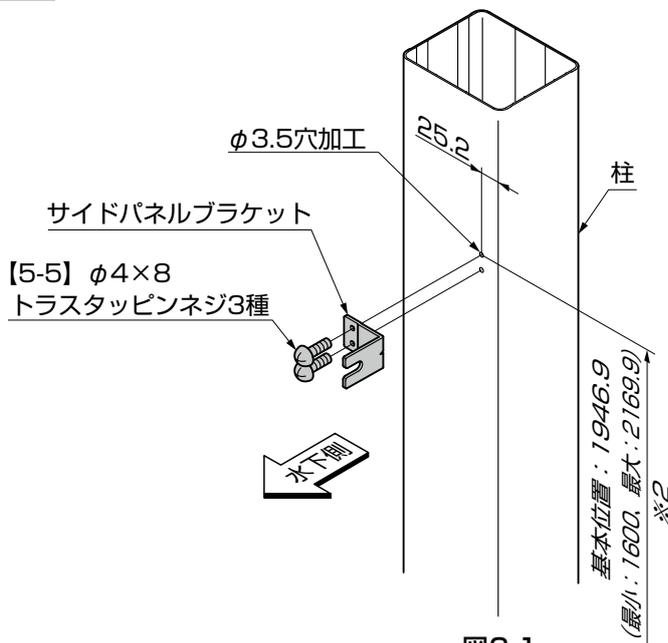

図6-1
- ② ①であけた下穴にサイドパネルブラケットを水下側の柱に【5-5】で取付けてください。(図6-1参照)